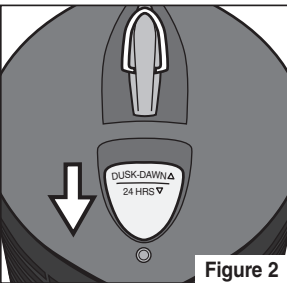

Figure 2
- a. To select 24 Hour Operation, slide the grey button on the cap down so that it covers the sundown sensor. The unit will remain ON 24 hours a day (**Figure 2**).
- Check the sundown sensor which may be activated and only allows unit to operate dusk to dawn. See figures 2 and 3.
- a. Para seleccionar la Operación de 24 horas, deslice hacia abajo el botón gris en la tapa de manera que cubra el sensor de anochecer. La unidad permanecerá ENCENDIDA las 24 horas del día (**Figure 2**).